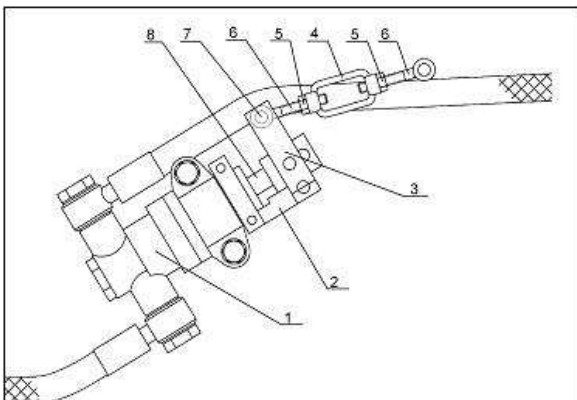

Abb. F-73. Schema der Einstellung des Bremsventils
- bis zum völligen Anhalten blockierten Bremshebel drücken und den Abstand der Ausschubung des Ventilbolzens aus der Gehäuse, der 5 mm betragen soll. Ist der Abstand nicht gehalten, soll man eine Regelung durchführen (Abb. F-73) 5 mm